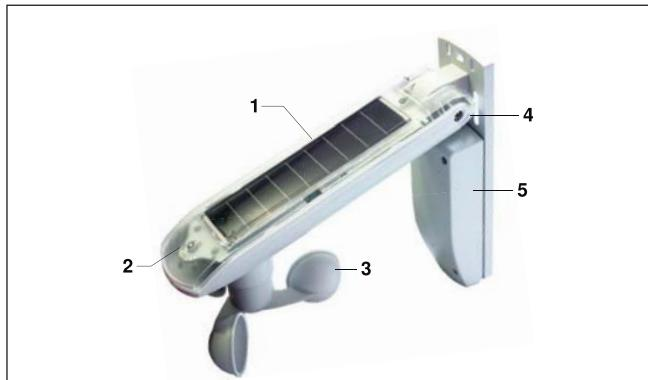

Abb. 1 EWFS Wetterstation eco
- Das Gerät ist so zu montieren, dass das Windrad möglichst waagerecht steht (Gehäuseneigung 15°). Zur Montage an schrägen Flächen kann es mit Hilfe des Gelenks (Abb. 1) waagerecht eingerichtet werden.